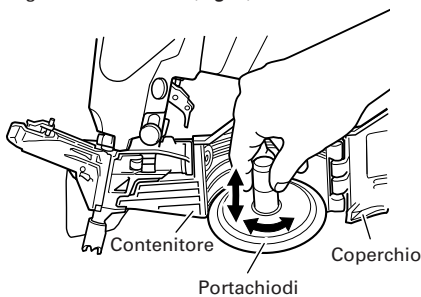

Fig. 2
- Regolare la posizione del portachiodi in base alla lunghezza dei chiodi. (Fig. 2)